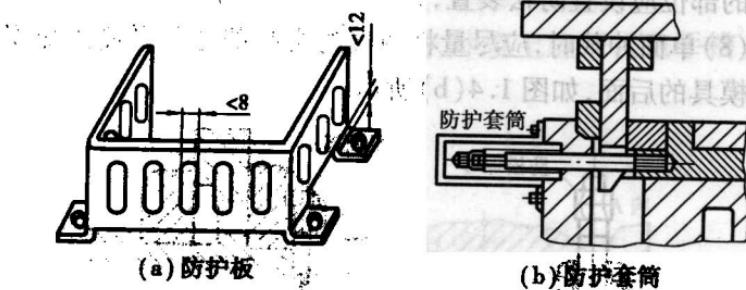

图 1.5 防护板或防护套筒
(1)手工操作时,在不妨碍观察工作的情况下,易与手接触的模具可动部分等危险处,应加装防护板或防护套筒,如图 1.5 所示。